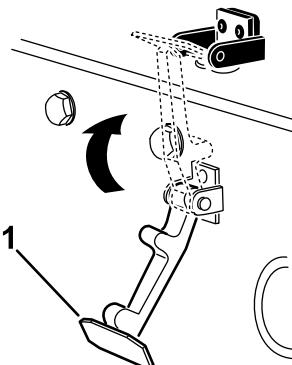

Figura 19
- 6. Enganche el cierre en el cerradero del capó (Figura 19).